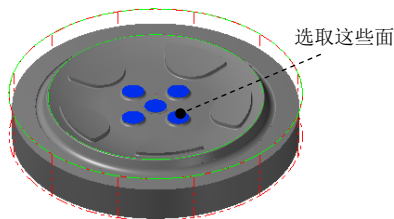

图 15.46 选取加工面
Step1. 选择加工方法。选择下拉菜单 **刀具路径 (T)** → **曲面精加工 (F)** → **精加工浅平面加工 (S)...** 命令。
Step2. 选取加工面。在图形区中选取图 15.46 所示的面（共 5 个面），然后按 Enter 键，系统弹出“刀具路径的曲面选取”对话框。单击“刀具路径的曲面选取”对话框中的 按钮，系统弹出“曲面精加工浅平面”对话框。